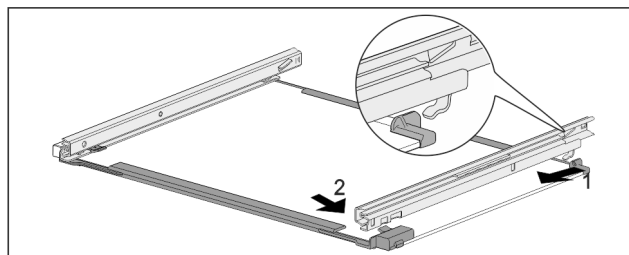

Fig. 228 Glasplatte mit Schienen
- Schiene hinten einhaken. Fig. 228 (1)
- Schiene vorne einrasten. Fig. 228 (2)